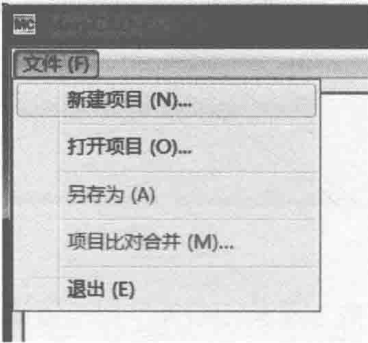

图 1-8
2) 单击 “MagiCAD-E-项目管理” 编辑器中的 “文件” 菜单，在下拉子菜单中单击 “新建项目” 选项，如图 1-8 所示。